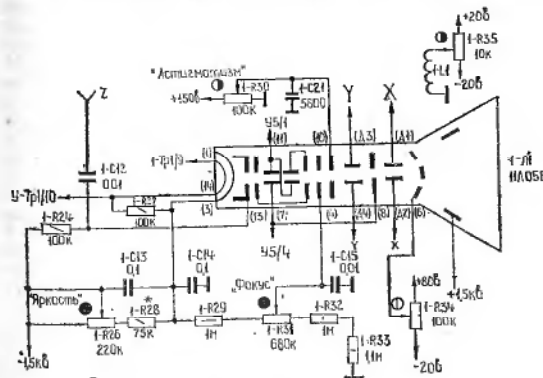

Рис. 11. Индикатор (ЭЛТ).
5. 2. 12. В качестве индикатора в приборе применена электронно-лучевая трубка (рис. 11). Питание ЭЛТ производится ста-